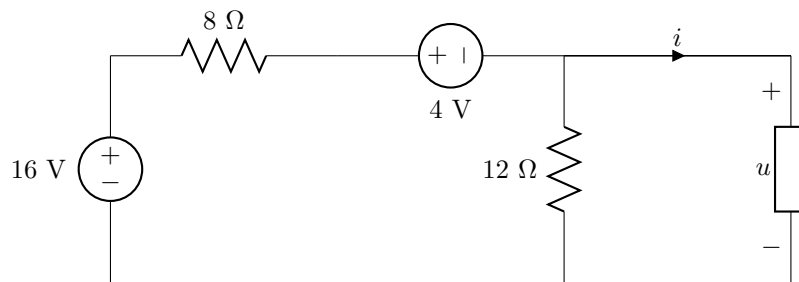

Figura 1.5: Circuito del problema 16.
16. En el circuito de la figura 1.5, halla  $i$ ,  $u$  y la potencia absorbida por el elemento del circuito desconocido, si la potencia entregada por la fuente de 16 V es de 8 W.